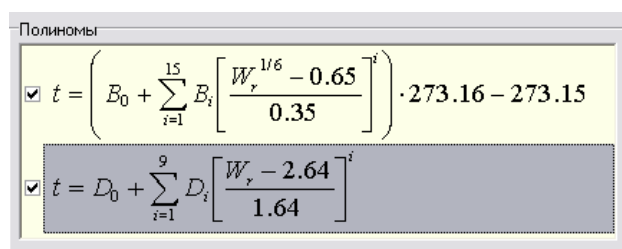

Рисунок 3.8
3.2.2.10. Для автоматического выбора типа полинома МТШ-90 по значению относительного сопротивления $W_i = R_i / R_{tt}$ необходимо в окне редактора градуировок проставить обе галочки напротив данных полиномов (рисунок 3.8).